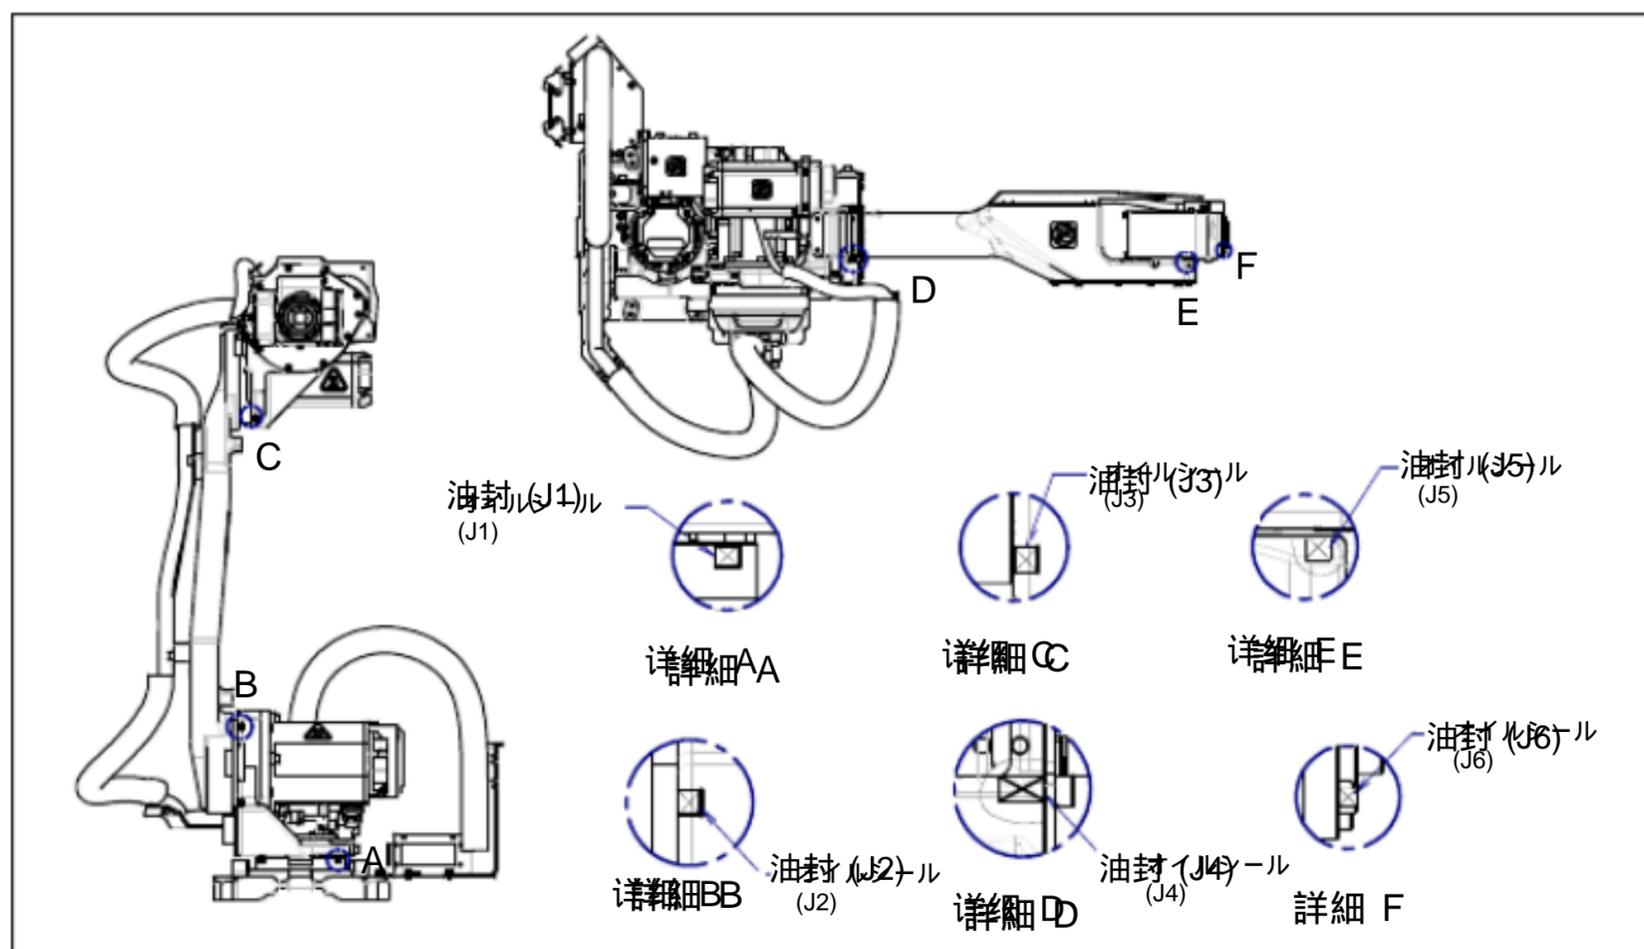

图 7.1.1 油封的检查部位
- 根据动作条件和周围环境，油封的油唇外侧有油分渗出（微量附着）。该油分累积而成为水滴状时，根据动作情况恐会滴下。在运转前通过清扫图 7.1.1 的油封部下侧的油分，就可以预防油分的累积。